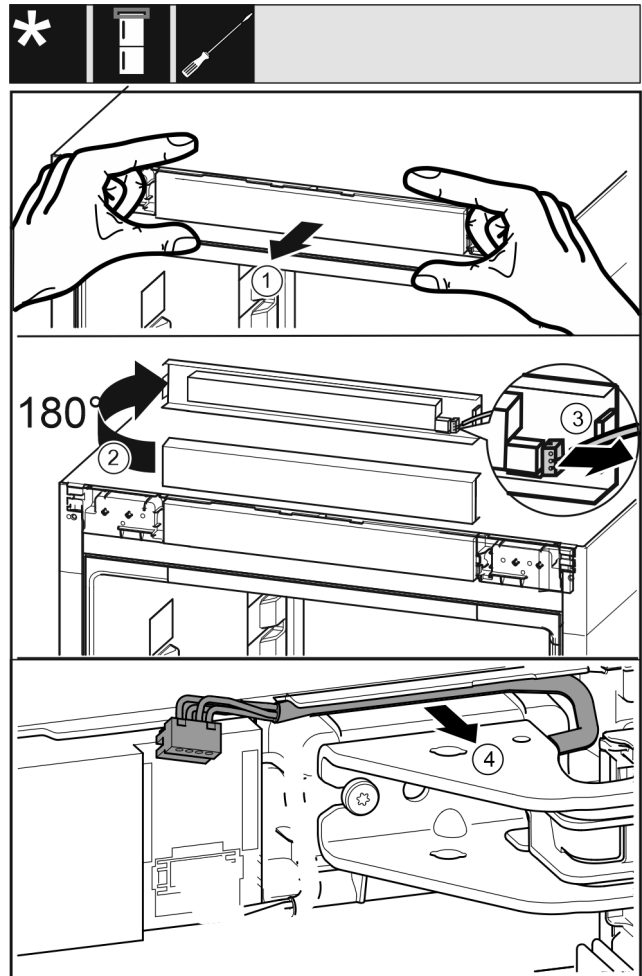

Fig. 17
- ▶ Libérer soigneusement le panneau de commande de l'appareil vers l'avant. Fig. 17 (1)
- ▶ Faire tourner le panneau de commande vers le haut de 180°. Fig. 17 (2)
- ▶ Pousser l'ergot vers l'arrière et retirer soigneusement la prise. Fig. 17 (3)
- ▶ Sortir délicatement du guide le câble au-dessus du support de palier. Fig. 17 (4)